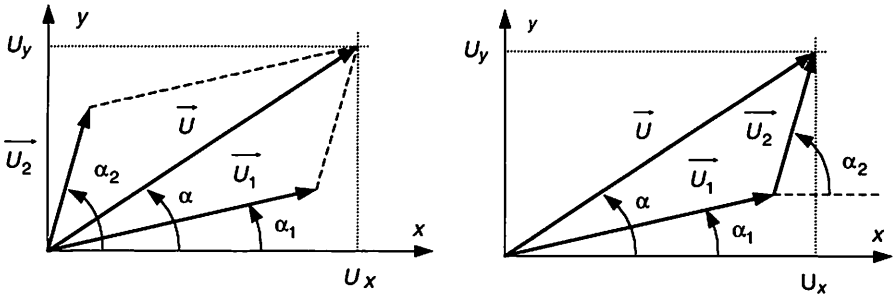

Figure 3.7 Projections, module et phase du vecteur somme (deux constructions possibles)
• **Projections, module et phase du vecteur somme (Fig. 3.7)**